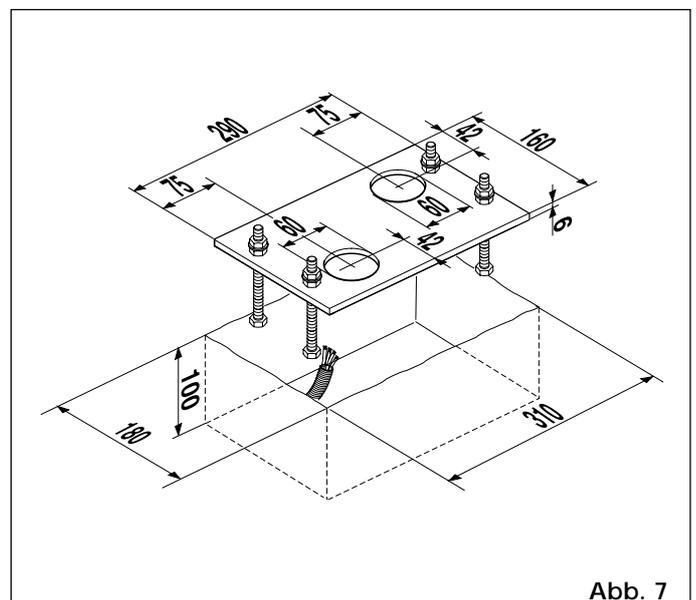

Abb. 7
- 3) Fundament gem. Abb. 7 herstellen und beim Einmauern der Fundamentplatte ein bzw. mehrere Schutzrohre zum Verlegen der elektrischen Kabel einziehen. Mit einer